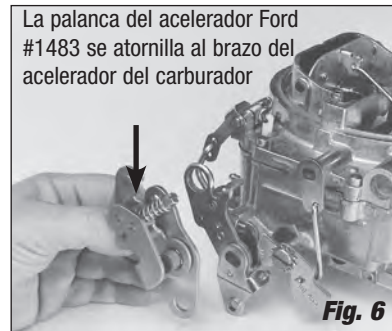

Fig. 6
1. Compare el brazo del acelerador de su nuevo carburador con el viejo para asegurarse de que todas las conexiones necesarias se conecten. Instale el regulador adecuado y la conexión de transmisión para su aplicación en particular. El poste del acelerador es removible y se debe instalar en el lugar adecuado. Los vehículos Chrysler con transmisión automática requieren un Juego de palanca de acelerador # 1481. Los vehículos de Ford con transmisión automática y los conectores de cable requerirán un juego de palanca de acelerador # 1483 (Véase la Fig. 6.) y el juego de placa de cable acelerador # 1490 (de 289 a 302), # 1491 (de 351-W), # 1493 (de 351 - C & 351-M/400), o # 1495 (de 429/460).